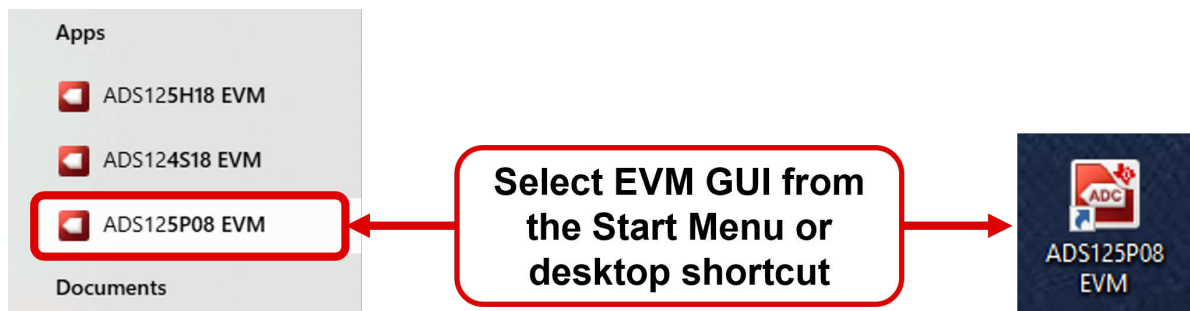

图 4-2. 启动 EVM GUI 软件
5. 按照图 4-2 所示启动软件 GUI。您会注意到，当 FPGA 固件加载到 PHI 上时，LED 缓慢闪烁。此加载过程需要几秒时间。